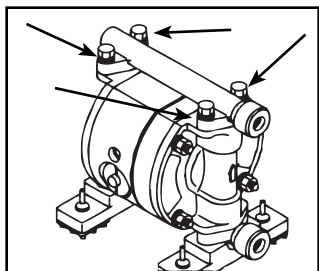

Figure 16
- Retirez les 4 boulons de retenue du collecteur de sortie et retirez le collecteur de sortie. (Voir la figure 16). SKU 53JU98 refer to page 75.